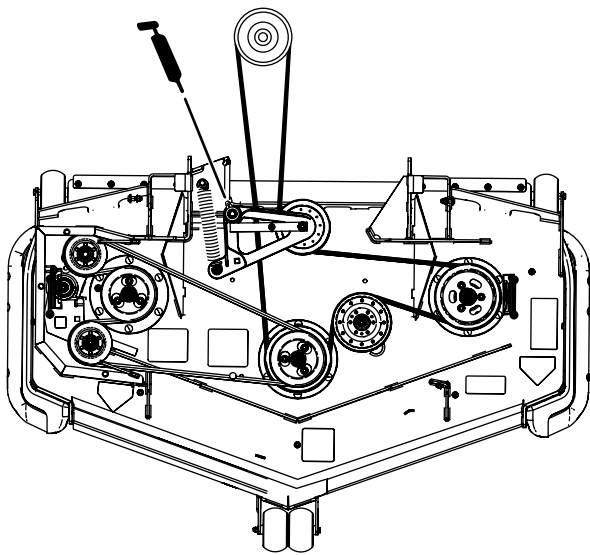

Figure 49
3. Graissez le pivot de la poulie de tension du tablier de coupe jusqu'à ce que la graisse ressorte par le bas (Figure 48 ou Figure 49).